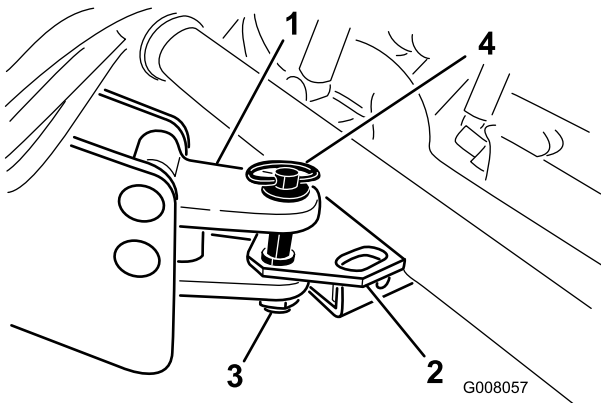

Bild 18
2. Stellen Sie die Höhe der Anbauvorrichtungsöse am Prozessor auf dieselbe Höhe wie die Anbauvorrichtungsöse am Fahrzeug ein (Bild 18).
3. Schließen Sie die Anbauvorrichtung des Prozessors mit einem Anbauvorrichtungsstift und Klappstecker an der Anbauvorrichtung des Fahrzeugs an (Bild 18).